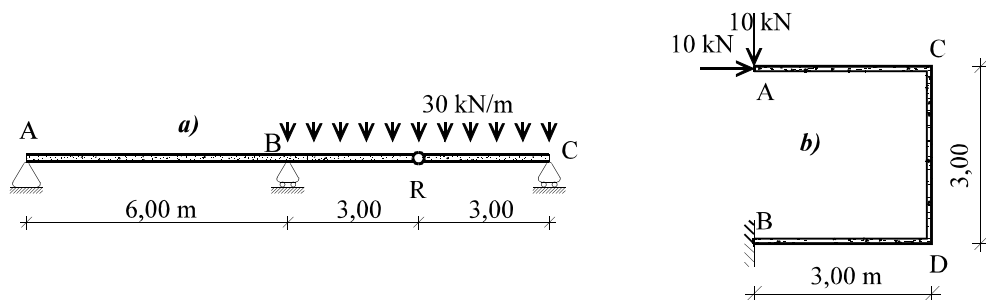

Figura 4
4) Dibujar sendos croquis con las leyes acotadas de esfuerzos para las estructuras de la figura 4.